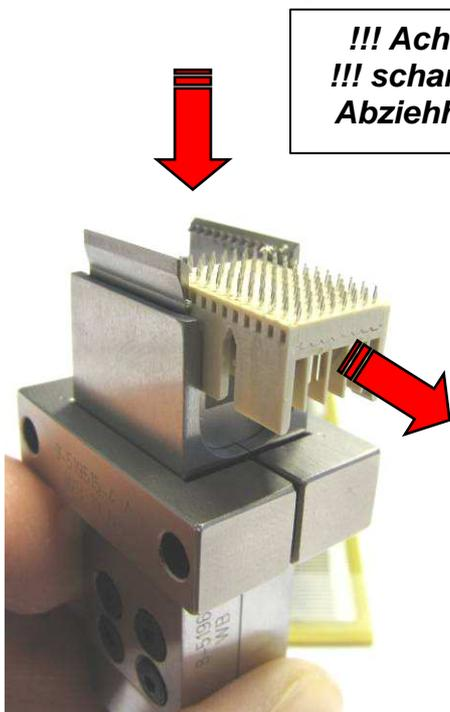

Abbildung 19
5. Als Nächstes wird der Stecker nach unten gedrückt und nach Vorne aus dem Werkzeug herausgezogen (siehe Abbildung 19 und 20).